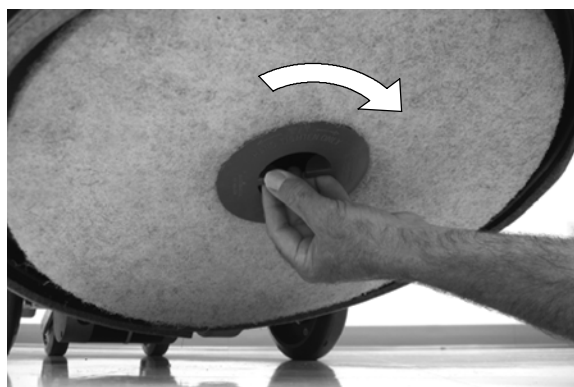

FIG. 6
- Placez le patin sur le système d'entraînement et fixez-le à l'aide du verrou central (Figure 6).